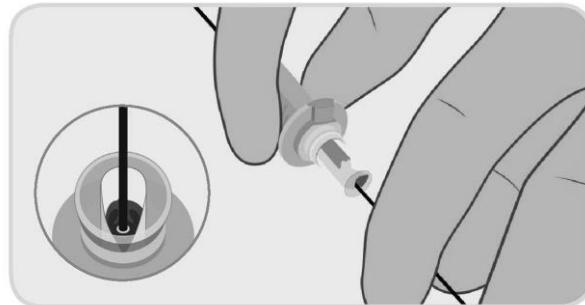

Abbildung 7. Laden des Führungsdrähts in die Kanüle des Geräts.
- a. Beim Einführen nicht heparinisierte Kochsalzlösung zum Befeuchten des Führungsdrähts verwenden. Den Führungsdraht in das Implantat in der Ladekanüle (siehe Abbildung 7) einschieben und weiter vorschieben, bis er aus dem Hinterteil des PerQseal®-Gefäßverschlussystems heraustritt. Die PerQseal®-Einführschiuse in einem niedrigen Winkel in Bezug auf die Längsachse der Arterie (z. B. 20°) halten und die Einführschiuse so gerade wie möglich halten, um Knicke zu vermeiden.
Hinweis 2: Während der Einführung nur den hinteren Bereich der Ladekanüle ergreifen (s. Abb. 7).